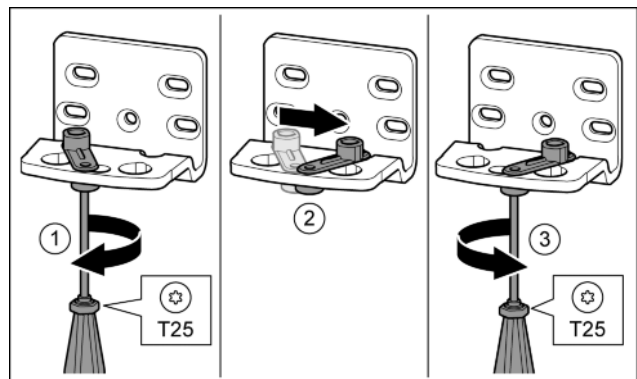

Fig. 13
- ▶ Schroef met de schroevendraaier T25 losdraaien. Fig. 13 (1)
- ▶ Deursluthulp optillen en 90° naar rechts in de opening draaien. Fig. 13 (2)
- ▶ Schroef met schroevendraaier T25 vastschroeven. Fig. 13 (3)